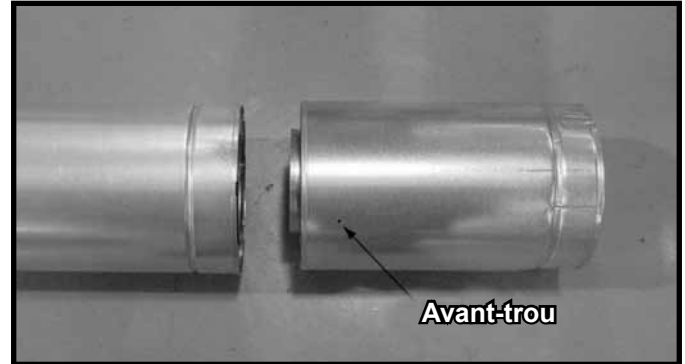

Figure 10.5 Avant-trous de la section coulissante
- Glisser le conduit intérieur de la section coulissante dans le conduit intérieur de la section du tuyau et le conduit extérieur de la section coulissante située au-dessus du conduit extérieur de la section du tuyau. Voir la Figure 10.5.